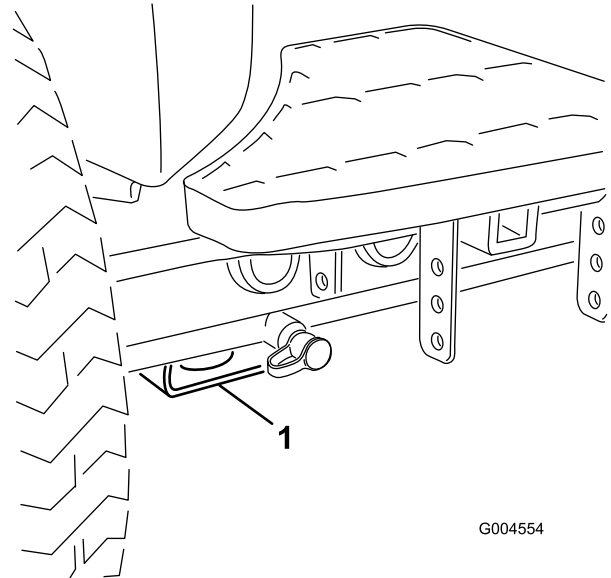

Figura 35
- Dianteira – pastilha rectangular, por baixo do tubo do eixo, dentro de cada pneu dianteiro (Figura 35).